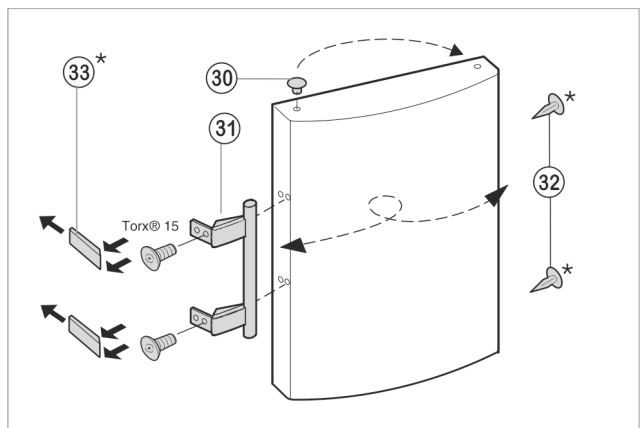

Fig. 10
- Enlever le bouchon Fig. 10 (30) du coussinet de la porte et le mettre de l'autre côté.
- Démontez la poignée de porte Fig. 10 (31), le bouchon Fig. 10 (32) et les plaques d'appui Fig. 10 (33) puis les repositionner sur le côté opposé